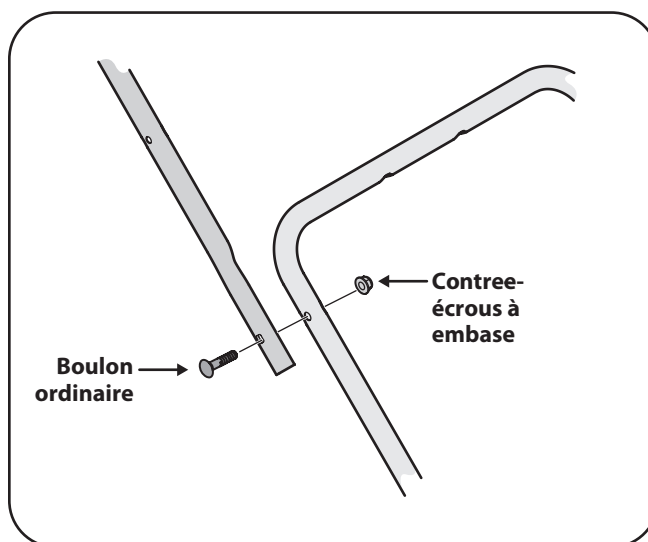

Figure 3-3
2. Attachez le guidon supérieur sur le guidon inférieur avec des boulons ordinaires et des contre-écrou à embase. Voir la Figure 3-3. La tête du boulon ordinaire doit être sur l'extérieur du guidon.